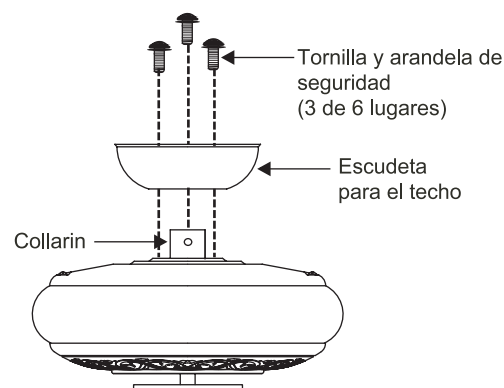

Figura 9
6. Remover tres de los seis tornillos y arandelas de seguridad (uno por medio) asegurando de la cubierta del motor. (Figura 9)
7. Colocando el dosel del ventilador sobre el collar encima del motor. Alinee los hoyos de montaje con los del motor para luego apretarlos usando tres tornillos y asegurár las arandelas provistas.(Figura 9)
8. Apretar los tornillos de montaje de manera segura.(Figura 9)